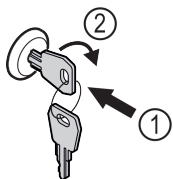

Fig. 149 Primjer izgleda
- Uvucite ključ Fig. 149 (1).
- Okrenite ključ za 90° nadesno Fig. 149 (2).